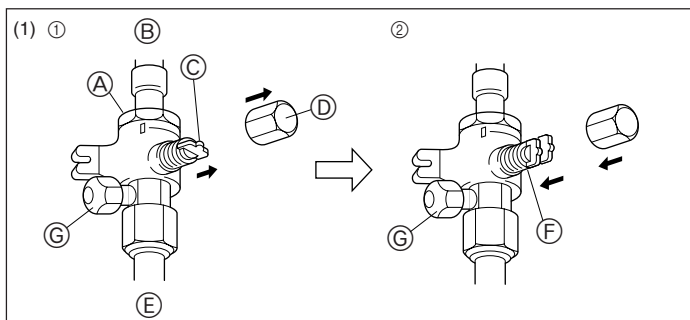
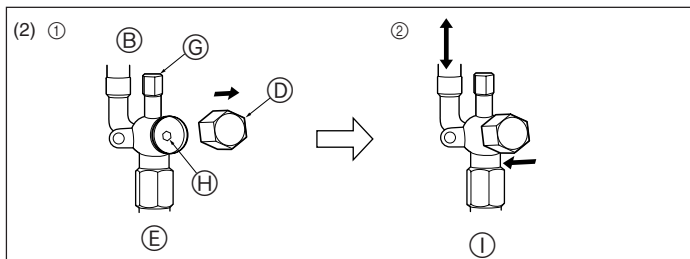

Fig. 4-6
Fig. 4-7
- (1) Gaszijde (Fig. 4-6)
- ① Verwijder de dop, trek het handvat naar u toe en draai dit een kwartslag tegen de klok in om de kraan te openen.
- ② Let erop dat de afsluitkraan geheel open is, druk de hendel in en draai de kap terug naar de oorspronkelijke stand.
- (2) Vloeistofzijde (Fig. 4-7)
- ① Togliere il cappuccio e girare la barra della valvola in senso antiorario fino a quando va con l'uso di una chiave esagonale da 4 mm. Smettere di girare quando colpisce il fermo. (ø6,35: Circa 4,5 giri) (ø9,52: Circa 10 giri)